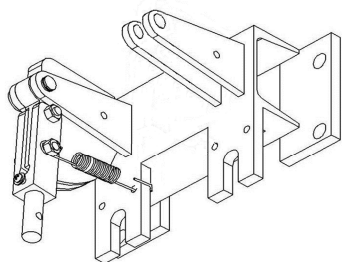

图 30 远程控制盒
1. 将手柄连接杆从远程控制盒上拆下。见（P11 图 30）；